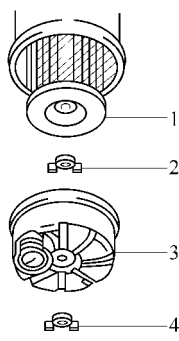

图 2-74 拆卸滤芯
(1) 取出旧滤芯。拆卸滤芯首先用手旋下蝶形螺母，然后拆下盖子，再拆下另一蝶形螺母，取出滤芯，如图 2-74 所示。